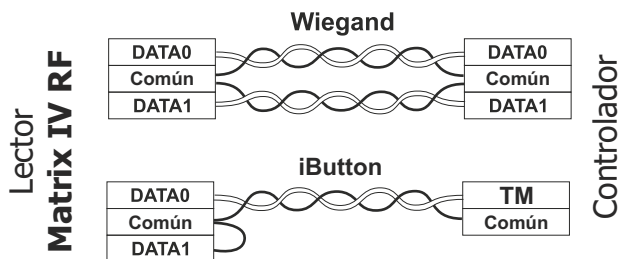

Figura 2. Conexión, selección del protocolo de transmisión del canal
**Nota:** para garantizar el funcionamiento a una distancia concreta del controlador, necesitará usar un cable UTP (p. ej. CAT 5e). Consulte la Figura 2.